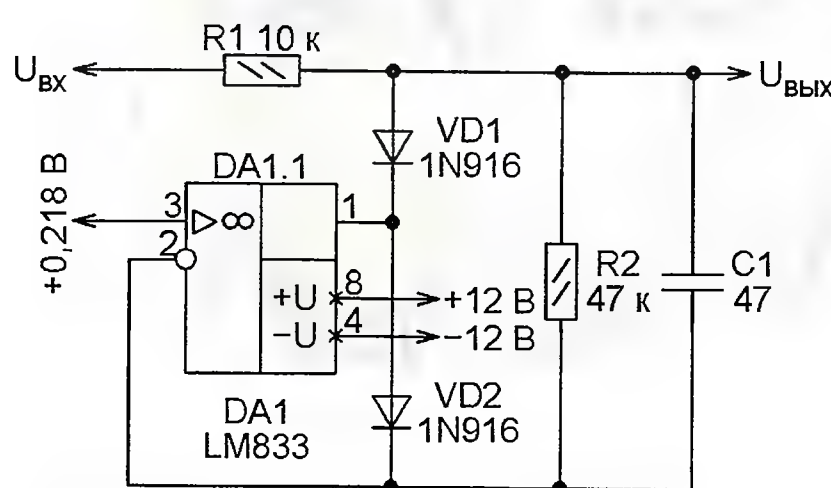

Рис. 2
**Ограничитель напряжения с низким порогом (рис. 2, [http://cappels.org/dproj/Pink\\_Noise\\_Generator/Pink\\_Noise\\_Generator.html](http://cappels.org/dproj/Pink_Noise_Generator/Pink_Noise_Generator.html)).** Его действие